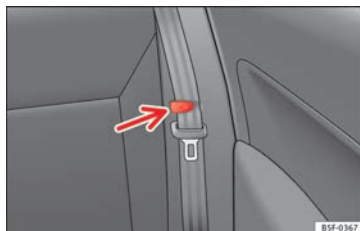

Bild 150 Klämma som stöd för säkerhetsbältet.
- Placera säkerhetsbältena på sidorna i klämma » **bild 150**.